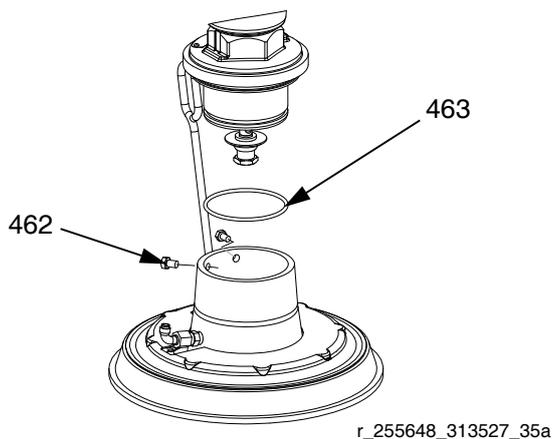

**FIG. 18: Kit de montaje de 115 l (30 gal.) y 200 l (55 gal.)**
1. Coloque la junta tórica (428) del kit de montaje 255392 en el plato. Si está unida al plato, coloque la bomba de desplazamiento en el plato. Vea la FIG. 18.
2. Fije la brida de entrada de la bomba al plato con los tornillos (426), arandelas (425) y cuatro abrazaderas (427) incluidos en el kit de montaje 255392.